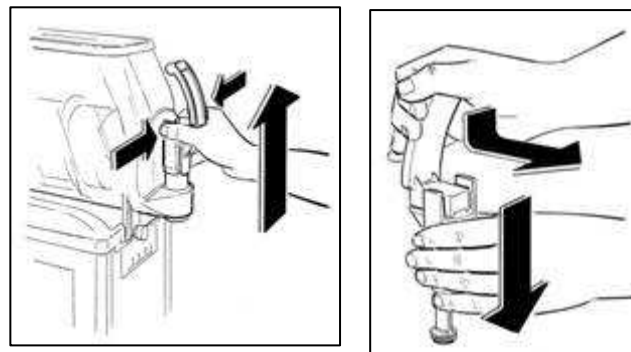

Abb. 29
- Drücken Sie gleichzeitig auf die zwei Verschlussklemmen am Ausgabehahn und ziehen Sie ihn nach oben aus seiner Aufnahme heraus (Abb. 29).
- Zerlegen Sie den Hahn in seine Bauteile. Drücken Sie hierzu den Körper nach unten und ziehen Sie den Hebel heraus (Abb. 29).